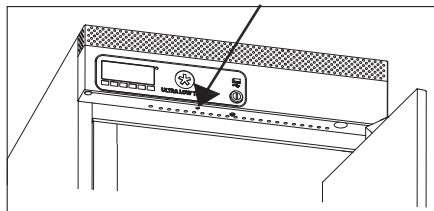

fig. 7
2. Utiliser un stylo pour activer le système de batterie de secours par le trou montré à la fig. 7